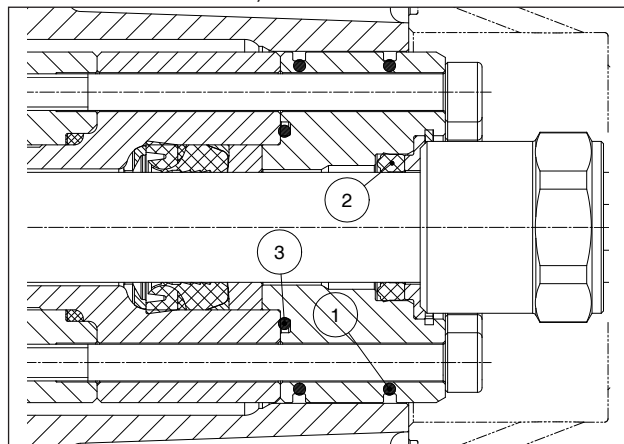
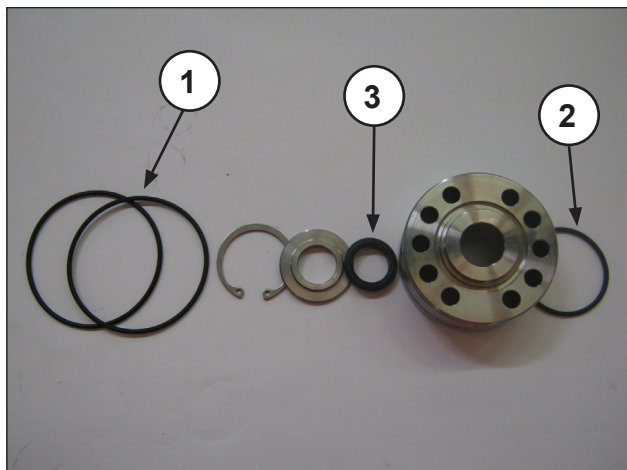

Рис. 141
Рис. 142
Соберите узел опоры уплотнений (Рис. 141 и Рис. 142), заменив компоненты ①, ② и ③.